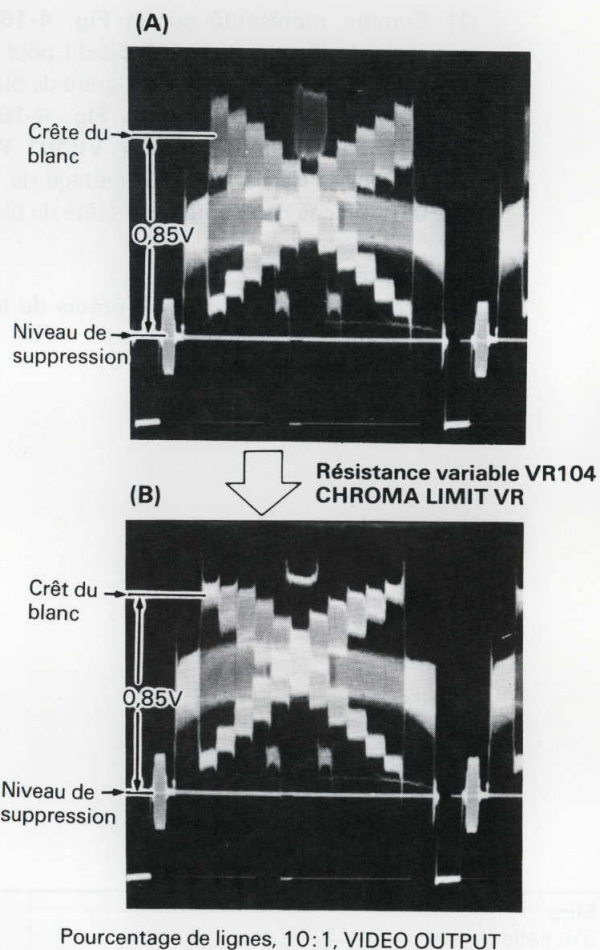

Fig. 4-16-1 Réglage de limiteur de saturation de la couleur
- (1) Faire un pré-réglage de la résistance variable **VR401 W CLIP VR** en la tournant complètement dans le sens horaire inverse.
- (2) Basculer la bague de filtre de l'objectif sur la position "IN".
- (3) Régler le diaphragme de l'objectif pour que l'amplitude vidéo à borne **VIDEO OUTPUT** soit calée à **0,85V** niveau de suppression-crête du blanc. (Voir la Fig. 4-16-1 (A).)
- (4) Tourner légèrement la résistance variable **VR104** dans le sens horaire et l'arrêter lorsque l'amplitude de la porteuse au niveau **0,85V** est égale à zéro, comme représenté la Fig. 4-16-1 (B). (Ne pas tourner excessivement).
- (5) Régler la bague du filtre de l'objectif en position "OUT".